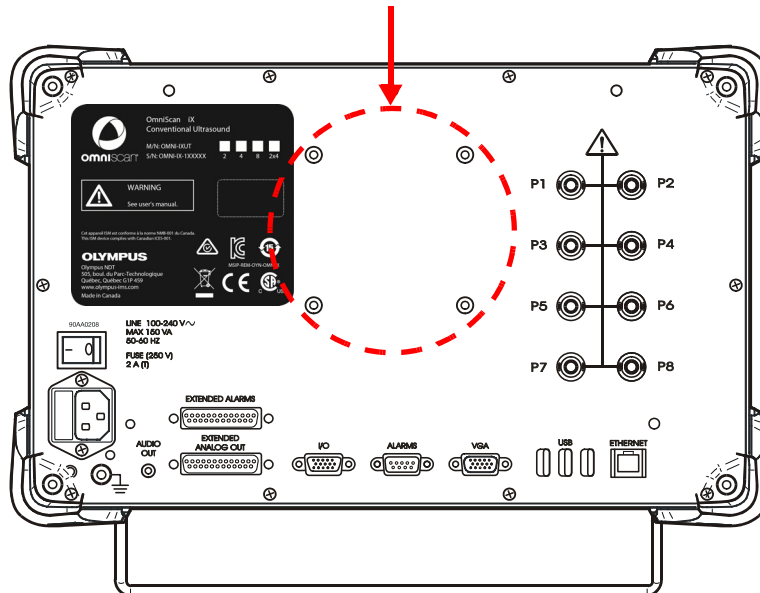

Abbildung 3-2 Schraublöcher für Schwenkarm
2. Schrauben Sie den Schwenkarm in die vier Schraublöcher an der Rückseite des OmniScan iX (siehe Abbildung 3-2 auf Seite 33).